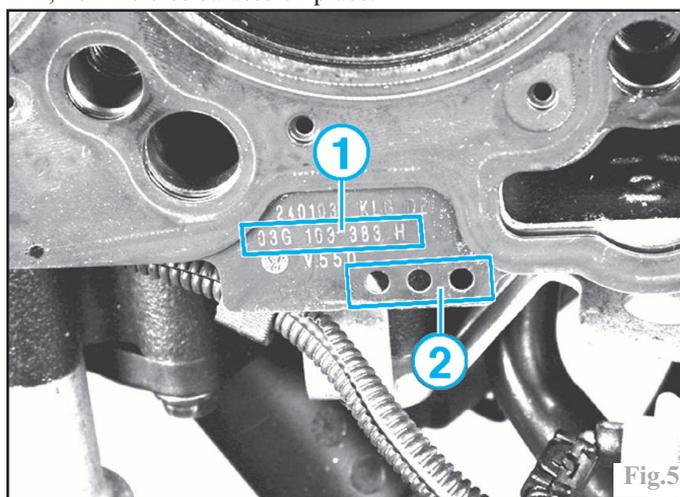

Fig.5
Sens de montage : languette, comportant l'inscription « TOP », la référence du joint (1) et le repère d'épaisseur (2), dirigée vers le haut et côté opposé aux collecteurs (Fig.5).